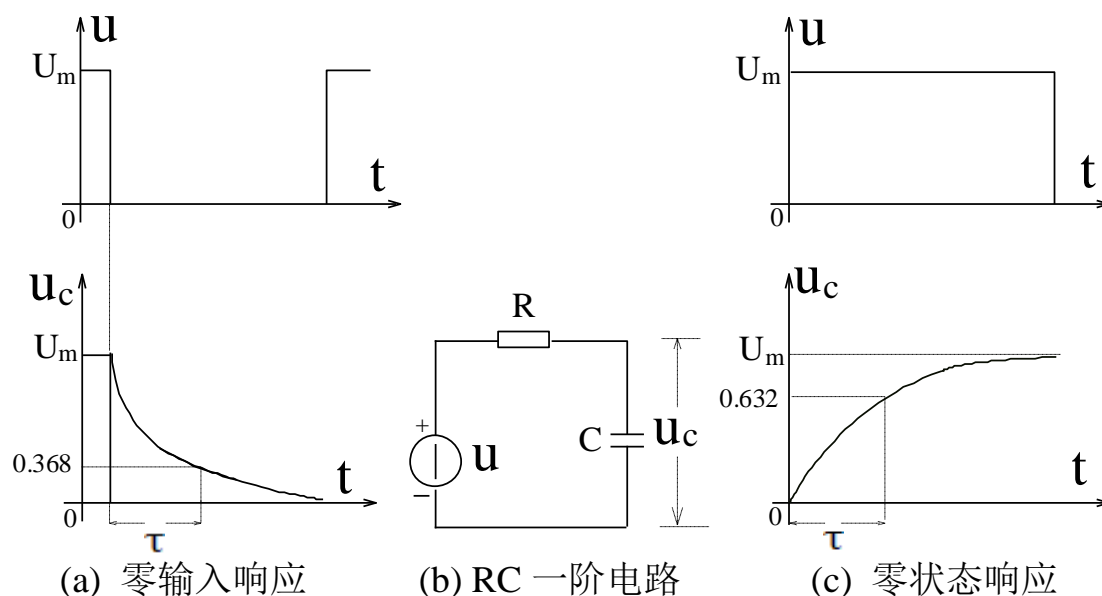
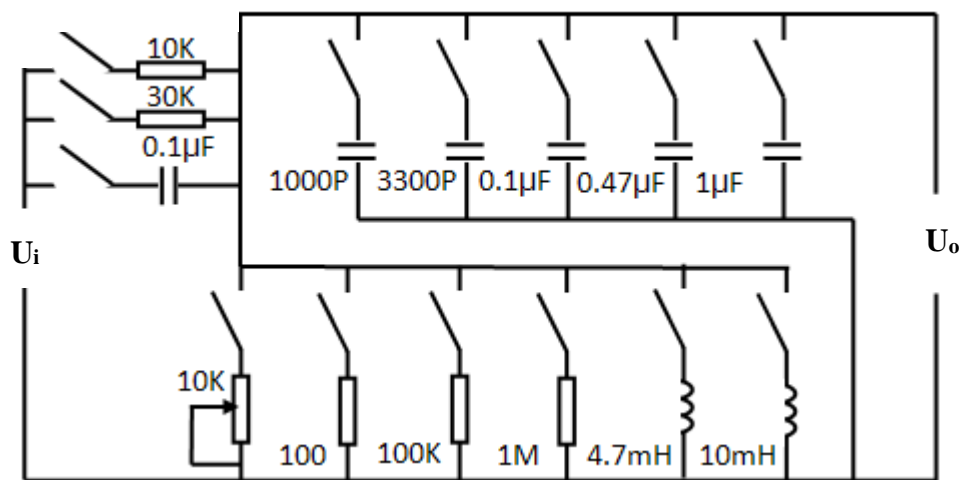

图 6-1
图 6-3 动态电路
用示波器测量零输入响应的波形如图 6-1(a)所示。
根据一阶微分方程的求解得知  $U_c = U_m e^{-t/RC} = U_m e^{-t/\tau}$ 。当  $t = \tau$  时,  $U_c(\tau) = 0.368U_m$ 。此时所对应的时间就等于  $\tau$ 。亦可用零状态响应波形增加到  $0.632U_m$  所对应的时间测得, 如图 6-1(c)所示。
3. 从如图 6-3 所示电路板上选  $R=10\text{K}\Omega$ ， $C=3300\text{pF}$  组成如图 6-1(b)所示的 RC 充放电电路（请认清 R、C 元件的布局及其标称值，各开关的通断位置等）。 $U_i$  为脉冲信号发生器输出的  $U_m=3\text{V}$ 、 $f=1\text{kHz}$  的方波电压信号，并通过